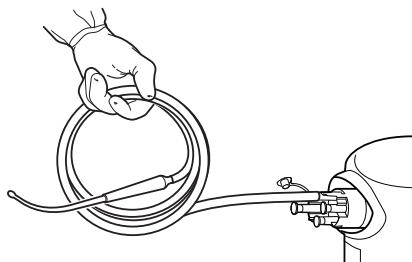
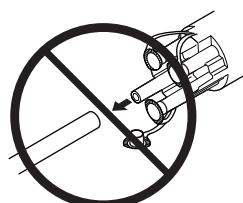

Figura 6 Avvolgimento della cannula di aspirazione
Figura 7 Mantenimento del collegamento della cannula durante lo smaltimento
1. Con la funzione di aspirazione attivata, avvolgere la cannula di aspirazione verso il raccordo del collettore per svuotare la cannula dei rifiuti liquidi (Figura 6). NON staccare eventuali cannule di aspirazione collegate al collettore (Figura 7).